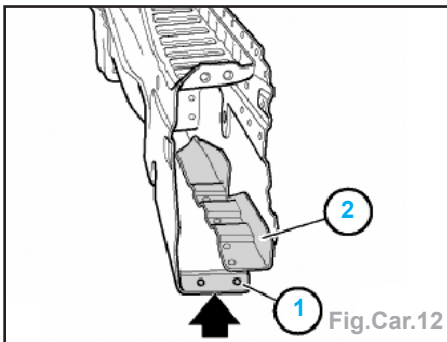

Fig.Car.12
Nota : • pour pouvoir réaliser une réparation dans les règles de l'art, effectuer des modifications sur la pièce de rechange partie AV de longeron moteur (1) (Fig.Car.12).